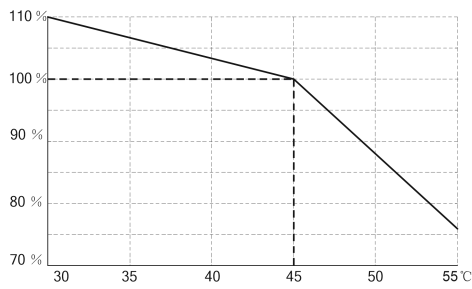

图 1-1 输出电流与环境温度的关系
- (1) 不要安装在多导电尘埃、金属粉末、腐蚀性、爆炸性气体的场所，振动小于 0.5G；
- (2) 温度：-10~45 ℃，由于环境温度变高造成控制器散热效果变差，有必要降额使用，额定电流与环境温度关系如图 1-1 所示；
- (3) 湿度：20%~90%RH，无水珠凝结；